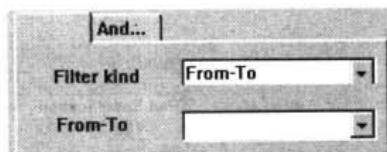

图 10-73 规则范围设置为指定 From-To
- From-To: 指定 From-To 连线。选择此项后，规则适用范围为指定的 From-To 连线，在 From-To 下拉列表中选择 From-To 连线，如图 10-73 所示。